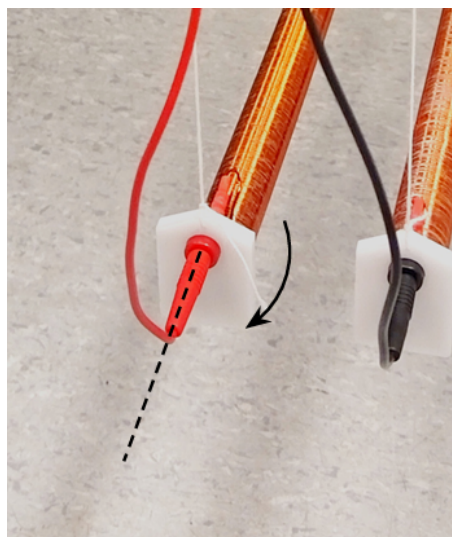

Рис. 7c
- Вы можете аккуратно вращать наконечники проводов, вставленные в соленоид, вокруг своей оси, чтобы поменять паразитный момент со стороны проводов (см. рис. 7c).